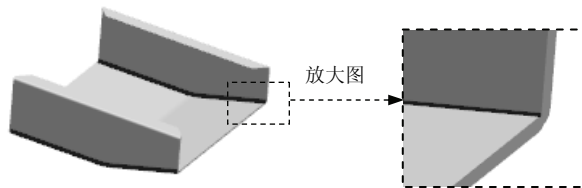

图 7.17 边倒圆特征 3
Step10. 创建图 7.17 所示的边倒圆特征 3。选取图 7.17 所示的两条边线为边倒圆参照，输入半径值 0.5；单击“边倒圆”对话框的 **<确定>** 按钮，完成边倒圆特征 3 的创建。